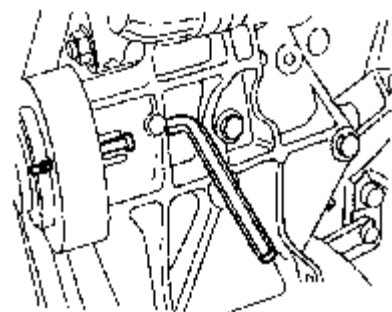

图 4-118 拆卸叶片泵、发电机及粘液型风扇多楔皮带固定螺栓
(3) 拆卸叶片泵、发电机及粘液型风扇多楔皮带。用 $5 \times 60\text{mm}$ 螺栓将粘液型风扇皮带轮紧固到位，拆卸时用内六角弯头扳手拧松螺栓（图 4-118）。分离粘液型风扇，并将其向前移入导风罩。